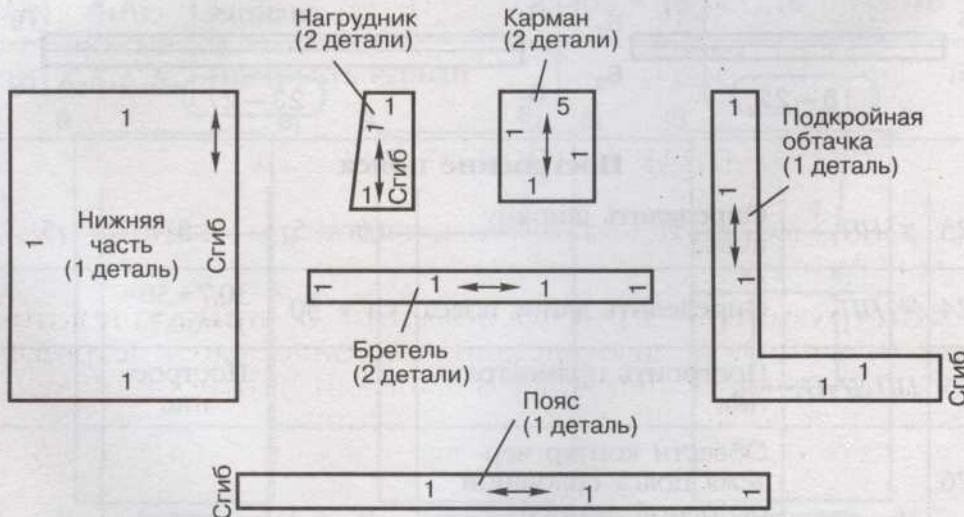

Рис. 55. Подготовка выкройки фартука с нагрудником к раскрою
6. Подготовить детали выкройки к раскрою: надписать названия деталей и срезов (см. рис. 53), указать середину детали, место сгиба ткани, направление долевой нити и величину припусков на швы (рис. 55).